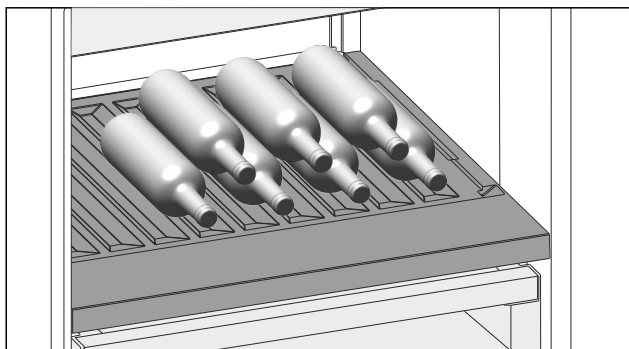

Fig. 97
- Поставяйте бутлките с дъното назад към задната стена. (виж Fig. 97)